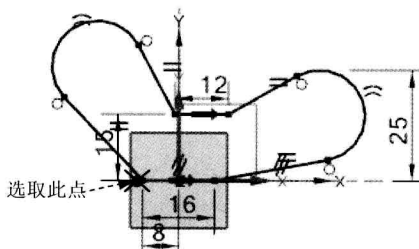

图 2.12.15 水平标注 (三)
⑤ 参照步骤①可标注直线 1 的端点和竖直轴之间的距离 (图 2.12.15), 尺寸值为 8。